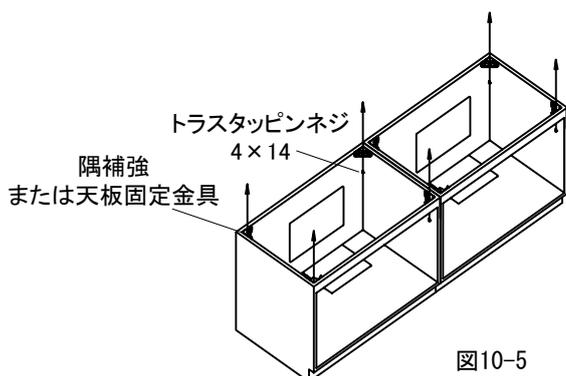

図10-5
- ・ツインボウルカウンターは、左右両端とセンター付近の計6箇所固定してください。(図10-5)
②(間口100cm以上のキャビネットのみ)